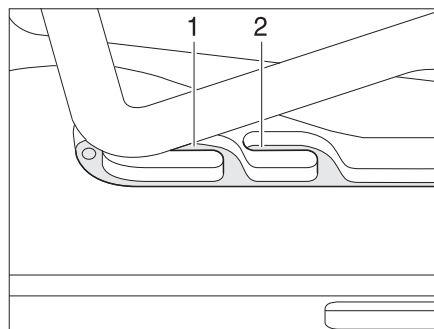
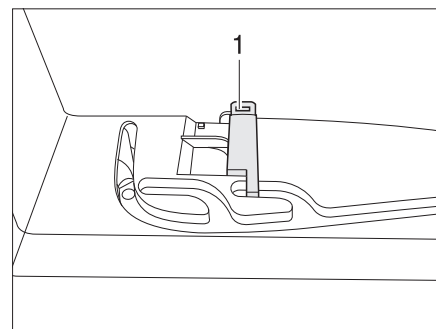

Fig. 88 Claraboya Heki en posición de ventilación
Fig. 89 Bloqueo de la posición de ventilación
La claraboya Heki se puede colocar en dos posiciones de ventilación: Posición de mal tiempo (Fig. 88,1) y posición mediana (Fig. 88,2). Según el modelo, la claraboya podrá ser bloqueada en la posición mediana con el pestillo (Fig. 89,1).
- Presionar el estribo ligeramente hacia arriba y empujarlo en la guía seleccionada (Fig. 88,1 ó 2) y, si fuera necesario, bloquearlo.